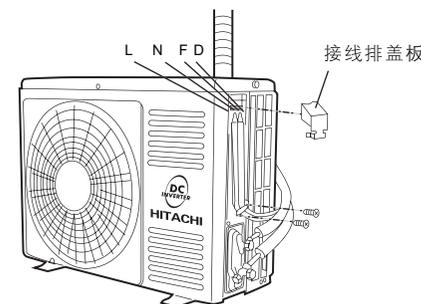

图 22
- (1) 将接线排盖板取下。
- (2) 将连接电缆分别按图22正确地牢固连接（紧固力矩为8~15kgf·cm）。
- (3) 必须将黄/绿线接至带有“⊕”标志处的接地螺钉上。
- (4) 用连接线压板将连接电缆用螺钉紧固。
- (5) 完成接线后将接线排盖板重新安装凸台卡口位置。
- (6) 将边盖重新安装。